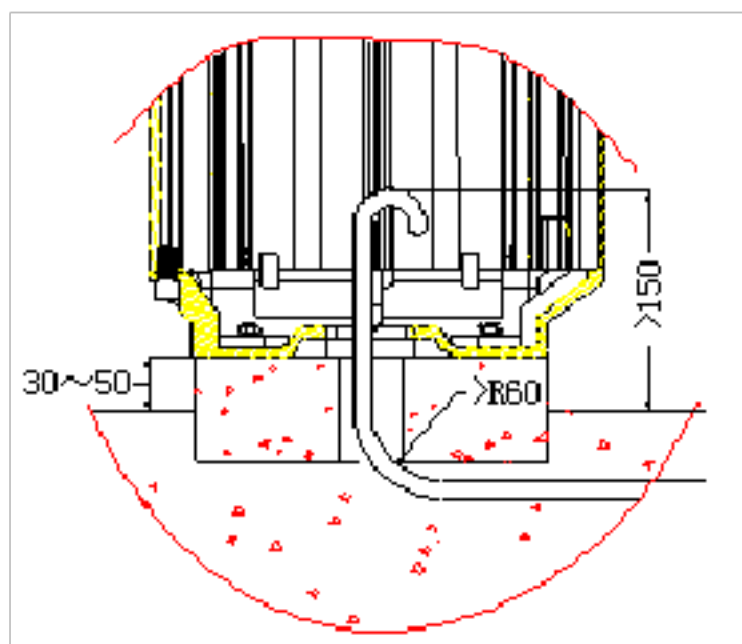

图 5 布管图
- (1) 根据装箱清单清点配件；
- (2) 根据现场使用情况，确定主机的安装位置；
- (3) 确定控制线走线位置，并在主机安装处砌一如图 5 所示水泥台，高出地面约 30~50mm，要确保与周围地基结合牢固。
地埋 PVC 线管深度应大于 60mm，露出地面高度应大于 150mm，且出口回弯，以防止线管进水(见图 5)。
- (5) 用钥匙打开机箱门，并拆下电控箱，将主机底部的 4 个孔穿到地脚螺栓上，把垫圈螺帽等拧上并紧固(见图 5)。